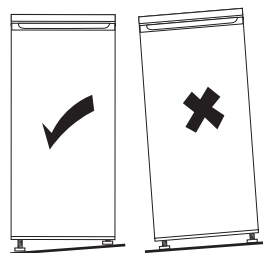

Fig. 2
Se o aparelho aparentar estar inclinado, ajuste a altura do pé esquerdo/direito (4) do mesmo, de modo a colocá-lo numa posição horizontal (→ Fig. 2).